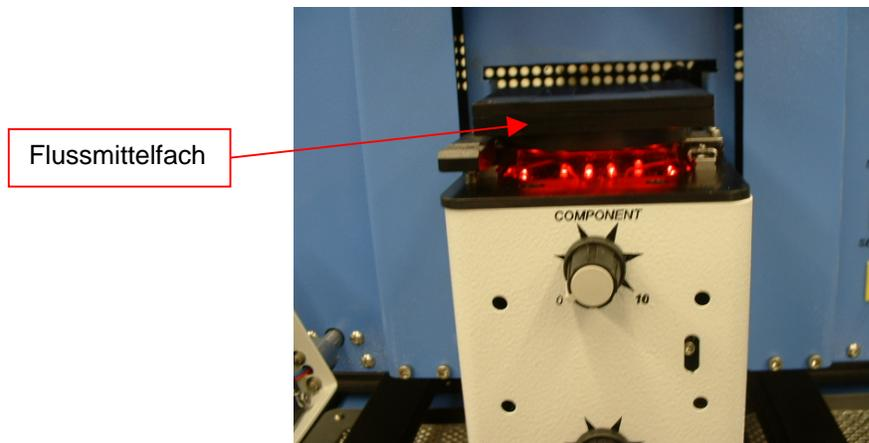

Abbildung 17b
- xii. Falls die Option Flussmittel gewählt wurde, ersetzen Sie das Steckverbindungsneß durch ein vorbereitetes Flussmittelfach auf der Befestigung. (Abbildung 17b) Klicken Sie mit der Maustaste, um die Flussmittelfunktion zu aktivieren und entfernen Sie anschließend die mit Flussmittel versehene Einheit.